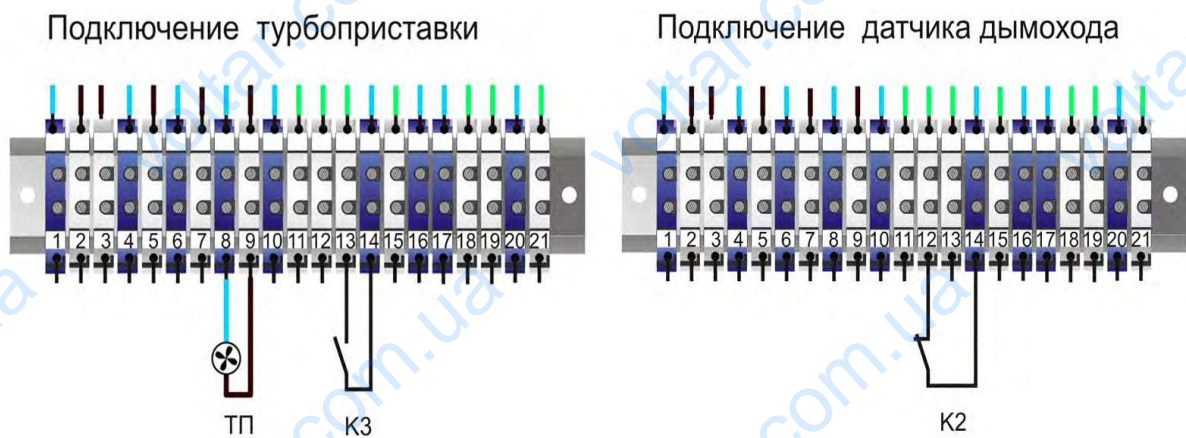

Рис.10. Схема подключения турбоприставки
- отключить датчик дымохода К2 от клемной колодки как указано на схеме рис. 10;
- подключить вентилятор - ТП и реле воздушного давления - К3 турбоприставки к контактам клемной колодки как указано на рис.10;